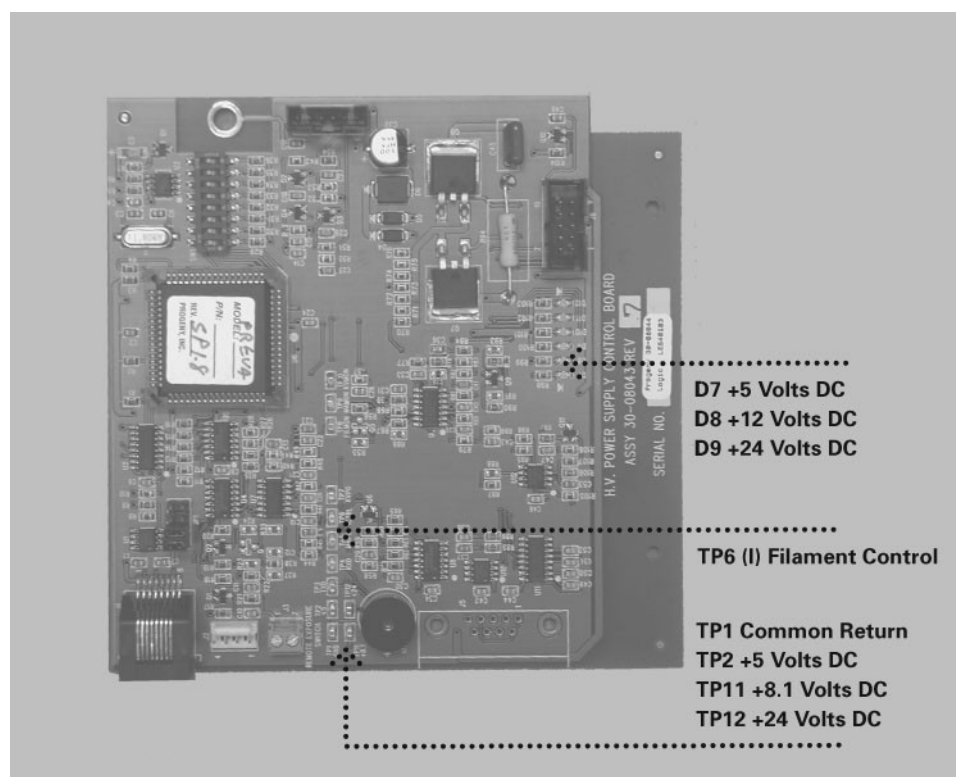

Рисунок 49
1. На контрольной плате питания проследите за диодными индикаторами питания D7 +5 volts DC, D8 +12 volts DC, и D9 +24 volts DC, как показано на Рисунок 49. Значения напряжения также можно замерить воспользовавшись TP1, общим возвратом, и проверив TP2 +5 volts DC, TP11 8.1 volts DC, и TP12 +24 volts DC. Если какой-либо из этих показателей отсутствует после подключения электричества, проверьте значения напряжения на плате питания.